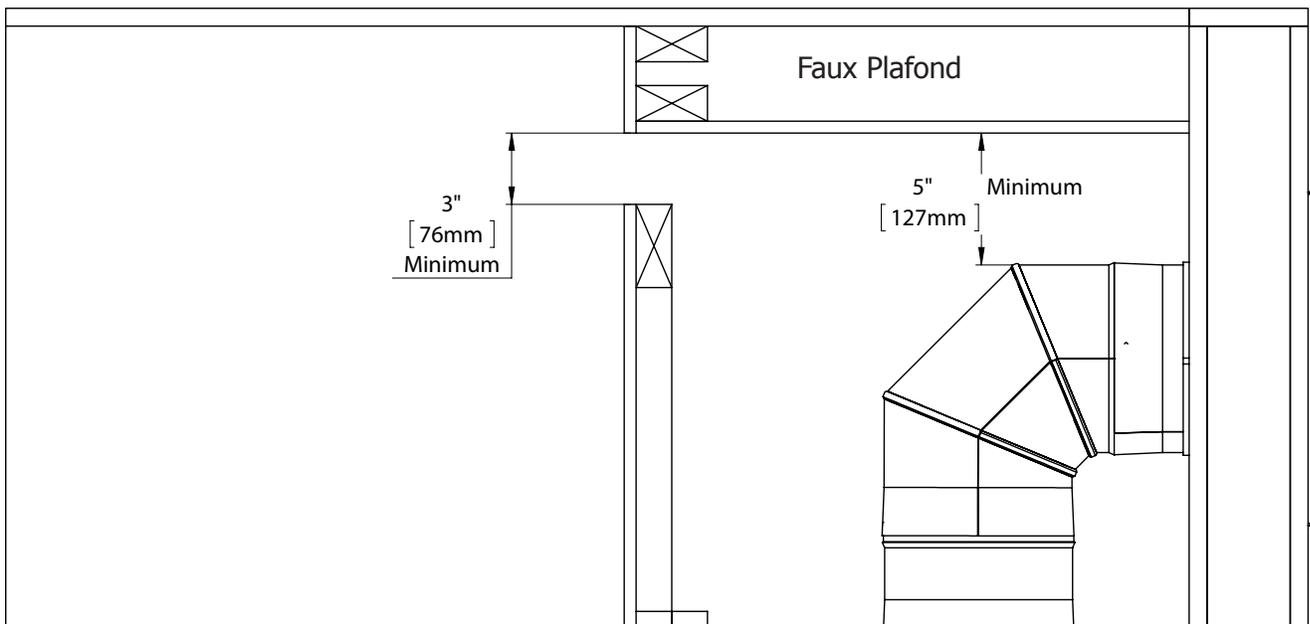

Figure 49: Faux Plafond
**Accessoire optionnel: faux plafond** - L'option d'encadrement désirée peut nécessiter un faux plafond pour capturer et évacuer la chaleur de l'espace (voir la figure 49).